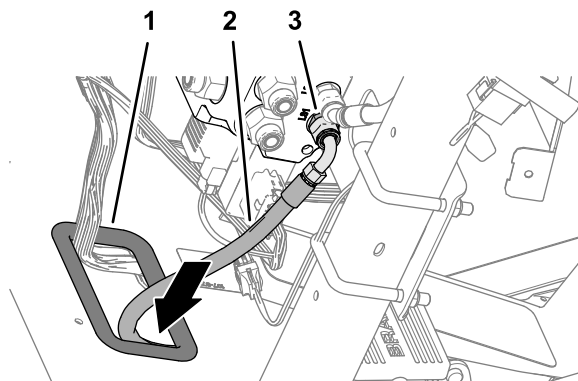

**Figura 113**
1. Monte a união de 45° do tubo 6 x 203 mm na união da porta LS2 da válvula de direção EHI (Figura 113).
2. Monte a união reta do tubo 6 x 203 mm na união da porta E da válvula de direção, e aperte ambas as uniões dos tubos (Figura 113).